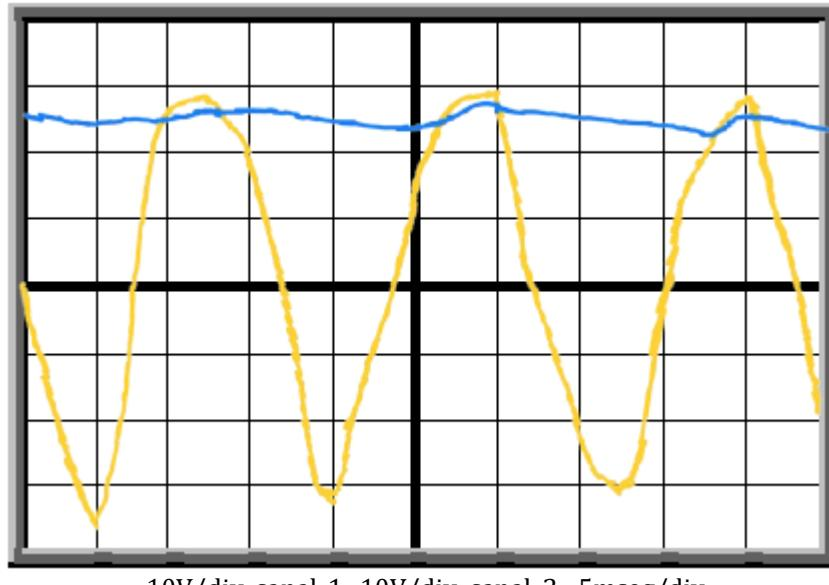
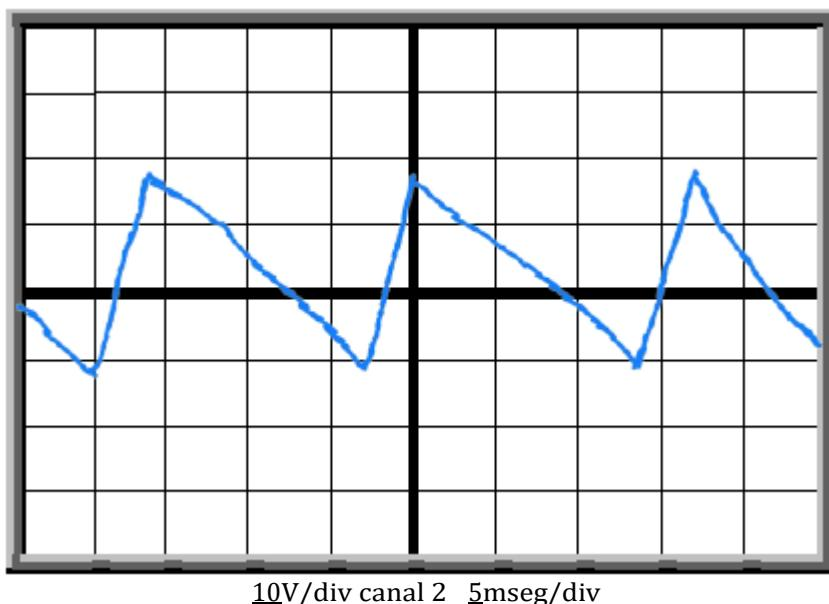

Fig. 1.6. Gráfica del voltaje de entrada y del voltaje de salida del rectificador de media onda con filtro utilizando un capacitor de  $2,200 \mu\text{F}$ .
Fig. 1.7. Gráfica del voltaje de rizo del rectificador de media onda con filtro utilizando un capacitor de  $2,200 \mu\text{F}$ .
- d) Cambiar el capacitor C1 de  $470 \mu\text{F}$  por un capacitor de  $2,200 \mu\text{F}$ ; realizar las mismas mediciones del inciso a) y registrar los valores obtenidos en la Tabla 1.3; realizas las mediciones del inciso b) y registrar la medición en la Tabla 1.4, además graficar las señales en la Fig. 1.6; y realizar las mediciones del inciso c) y registrar la medición en la Tabla 1.4, además graficar la señal en la Fig. 1.7.